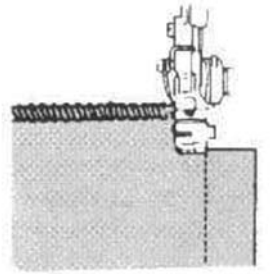

Bild 99
5. Vrid tyget och sänk pressarfoten 21 så att den övre kniven 18 ligger i linje med snittkanten (bild 99).